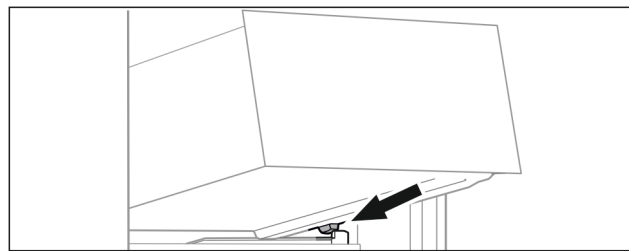

Fig. 15
- ▶ Nasadte zásuvku šikmo za zarážky na žebrování na nádoby Fig. 15 (1).